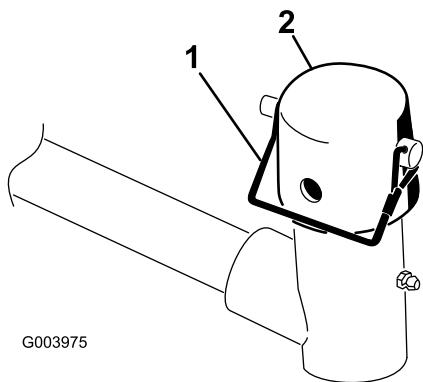

**Figure 8**
**Important:** Sur le plateau n° 4 (avant gauche) ou n° 5 (avant droit) (Figure 6), utilisez les écrous de fixation du support de tige pour monter les guides de flexible devant les pattes du plateau de coupe (Figure 7). Les guides de flexible doivent être inclinés vers le plateau de coupe central (Figure 7 et Figure 8).